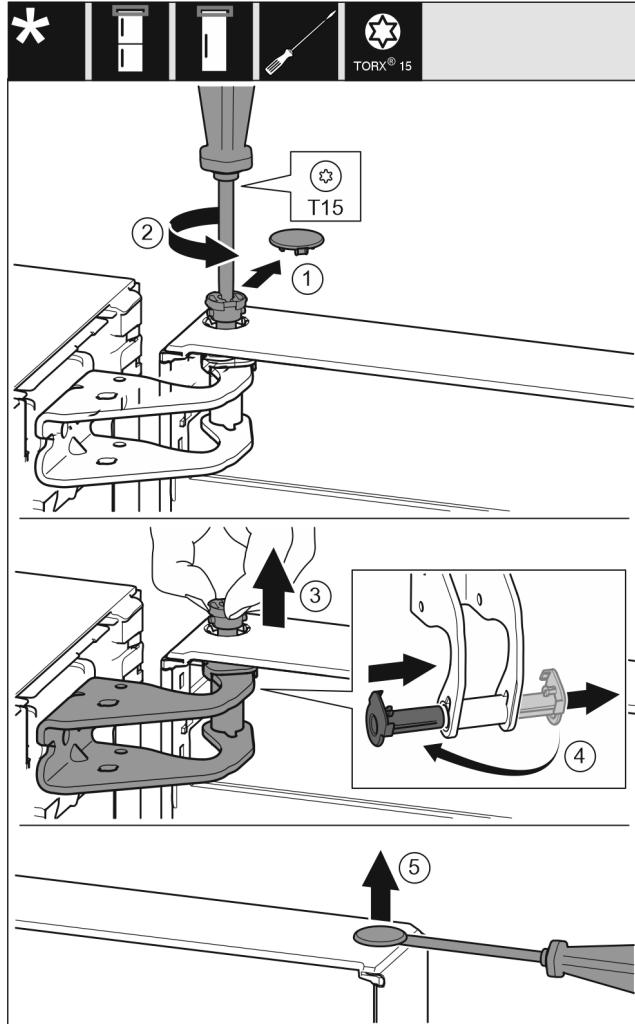

Fig. 10
- Осторожно снимите предохранительную крышку. Fig. 10 (1)
Немного выкрутите палец отверткой T15. Fig. 10 (2)
Удерживая дверь, извлеките палец вручную. Fig. 10 (3)
Опорную втулку вытяните из направляющей. Установите и зафиксируйте с другой стороны. Fig. 10 (4)
Осторожно приподнимите и извлеките при помощи шлицевой отвертки заглушку из опорной втулки двери. Fig. 10 (5)